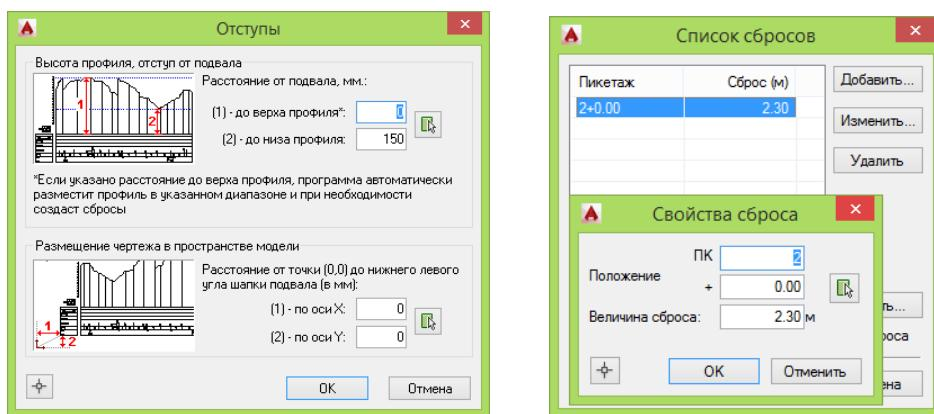

Рис. 67. Диалоговые окна для задания сбросов и настройки высоты профиля.
- добавить сбросы и указать высоту профиля (см. Рис. 67);